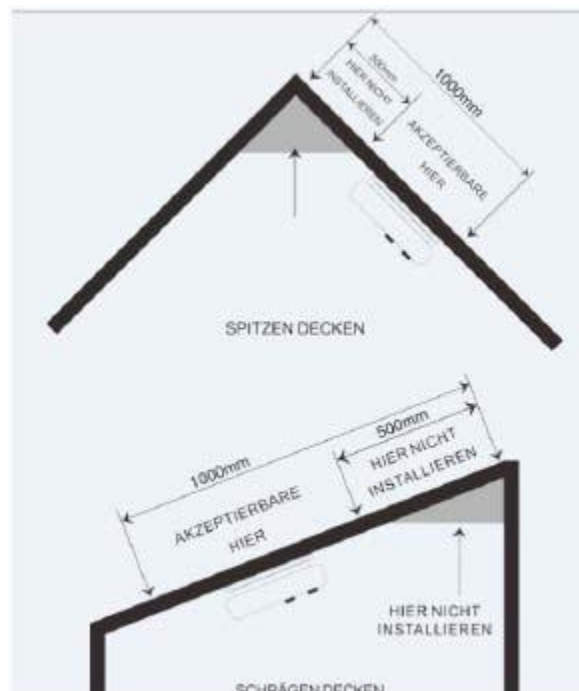

Fig. 4
- Per i soffitti rotondi o a punta, installare il rilevatore di fumo tra 50 cm e 100 cm sotto la punta del soffitto (fig. 4, sopra). Sui soffitti inclinati dove la differenza di altezza su una lunghezza di 6 m è superiore a 1, installare il rilevatore sulla metà inferiore del soffitto della stanza (fig. 4, sotto).